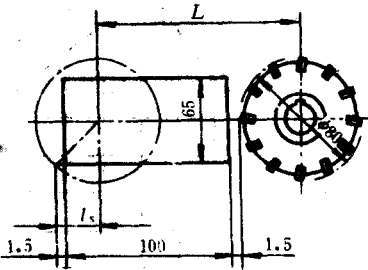

图 1-9 铣平面
8. 如图 1-9 所示,用端面铣刀铣削长方形表面。试求铣刀越程 l_1 ,及铣刀行程 L 。